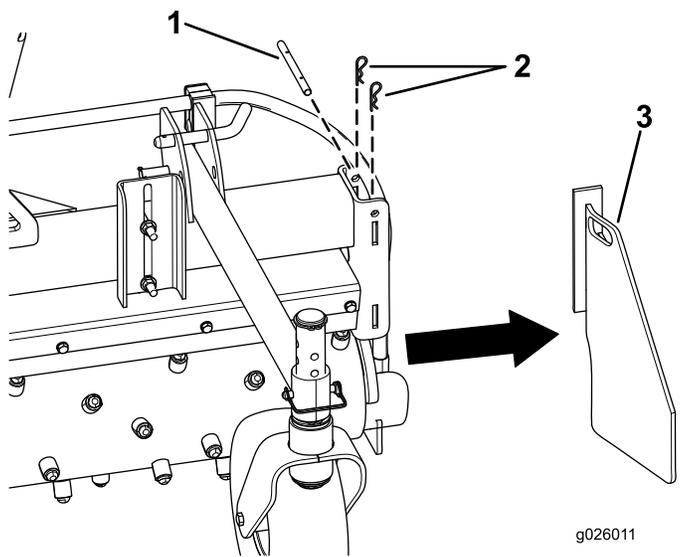

Figura 7
1. Retire las dos chavetas del pasador de la placa de extremo (Figura 7).
2. Retire el pasador de la placa de extremo (Figura 7).
3. Retire la placa de extremo (Figura 7).